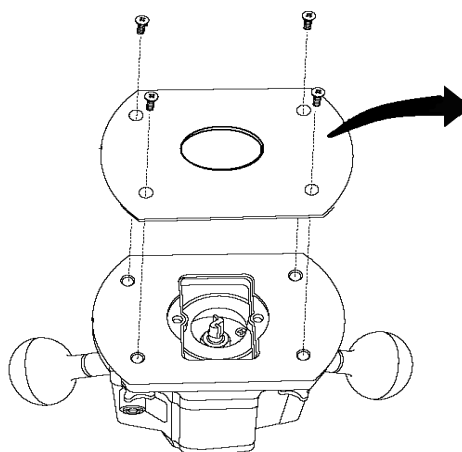
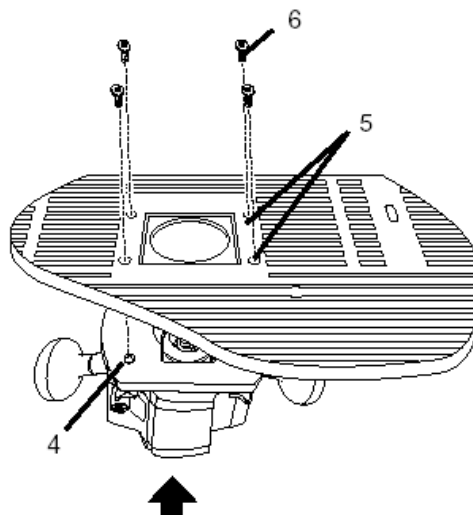
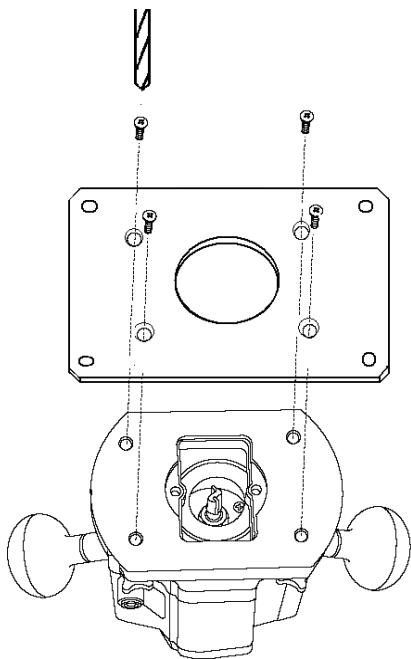
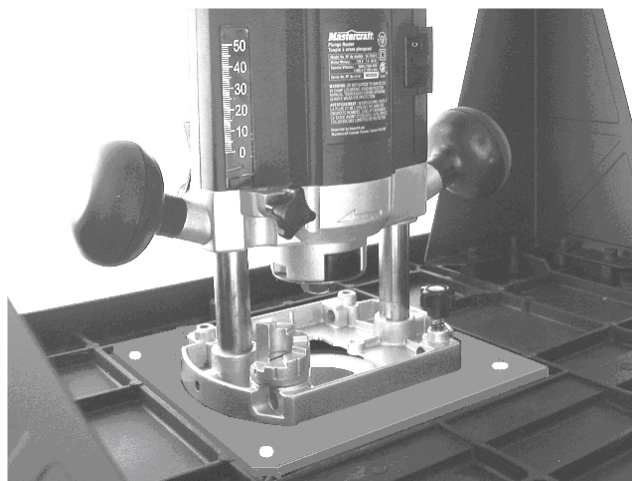

Fig 10
Fig 11
Fig 12
Fig 13
Montage de la défonceuse sur la table (Fig 10 ~ Fig 13)
A) Montage direct (Fig 10, Fig 11):
Retirer la plaque directrice de la défonceuse (Fig 10).
Fixer la défonceuse directement sur la table avec les vis et les écrous joints à la livraison (Fig 11).
B) Montage avec plaque de montage (Fig 12, Fig 13):
Les orifices de montage doivent être perforés selon le schéma de perforation de votre défonceuse (Fig 12).
Fixer la défonceuse avec les vis et les écrous joints à la livraison (Fig 12).
Fixer la défonceuse, montée sur la plaque de montage, sur la table de défonceuse. Pour cela, utiliser les vis et les écrous joints à la livraison (Fig 13).